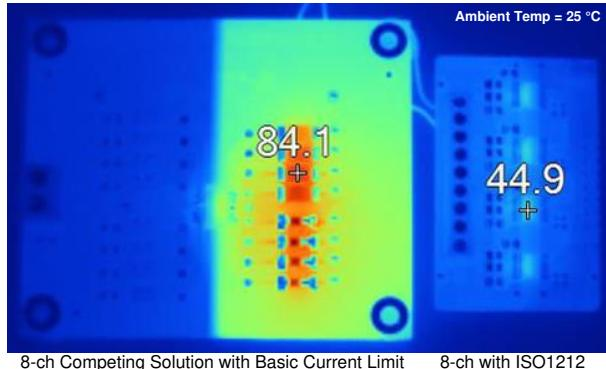

図 5. 基板温度の比較: 従来型設計と ISO1212
1. **消費電力の低減:** ISO121x の正確な電流制限により、デジタル入力から引き込まれる電流が最良で 5 分の 1 に低減され、消費電力と基板温度が低下します。図 5 に示すように、従来型の設計では室温テストで 84°Cまで温度が上昇する可能性がありますが、ISO121x ベースの設計は 45°Cと、大幅に温度が低下しています。